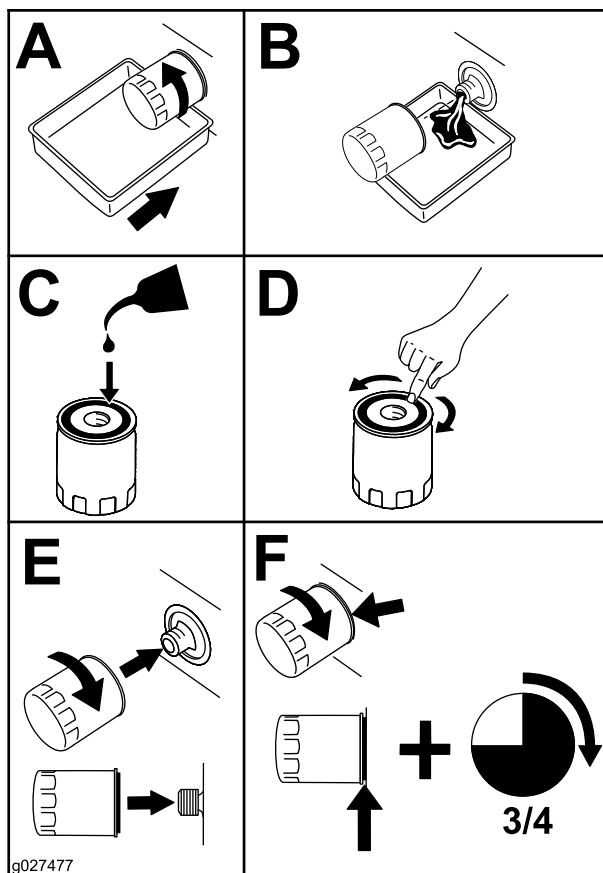

Figure 23
3. Déposez le filtre à huile moteur (Figure 23). Une fois la vidange d'huile terminée, mettez en place un filtre à huile neuf.